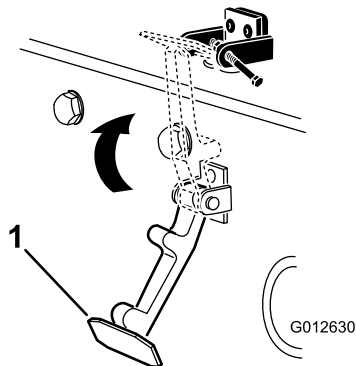

Figure 6
6. Accrochez le verrou sur son support (Figure 6).